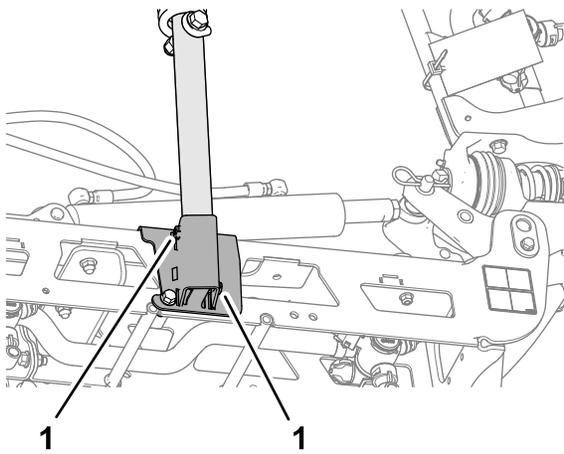

Bild 111
- Lösen Sie die beiden Stellschrauben, mit denen das untere Gabelrohr befestigt ist (Bild 111).